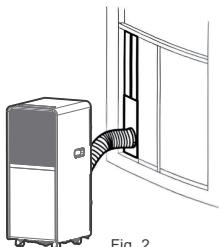
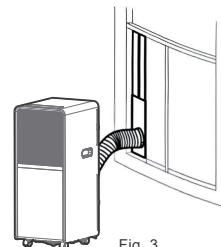

Fig. 2
Fig. 3
- 2.Zainstaluj wąż odprowadzający powietrze, jak pokazano na rys. 2 i rys. 3, i odpowiednio ustaw pozycję okna.
- 2.Installer, som visst i fig. 2 og fig. 3, avløpsslangen og juster vindusposisjonen deretter.
- 2.Installera, som visas i fig. 2 och fig. 3, avloppsslangen och justera fönsterpositionen därefter.